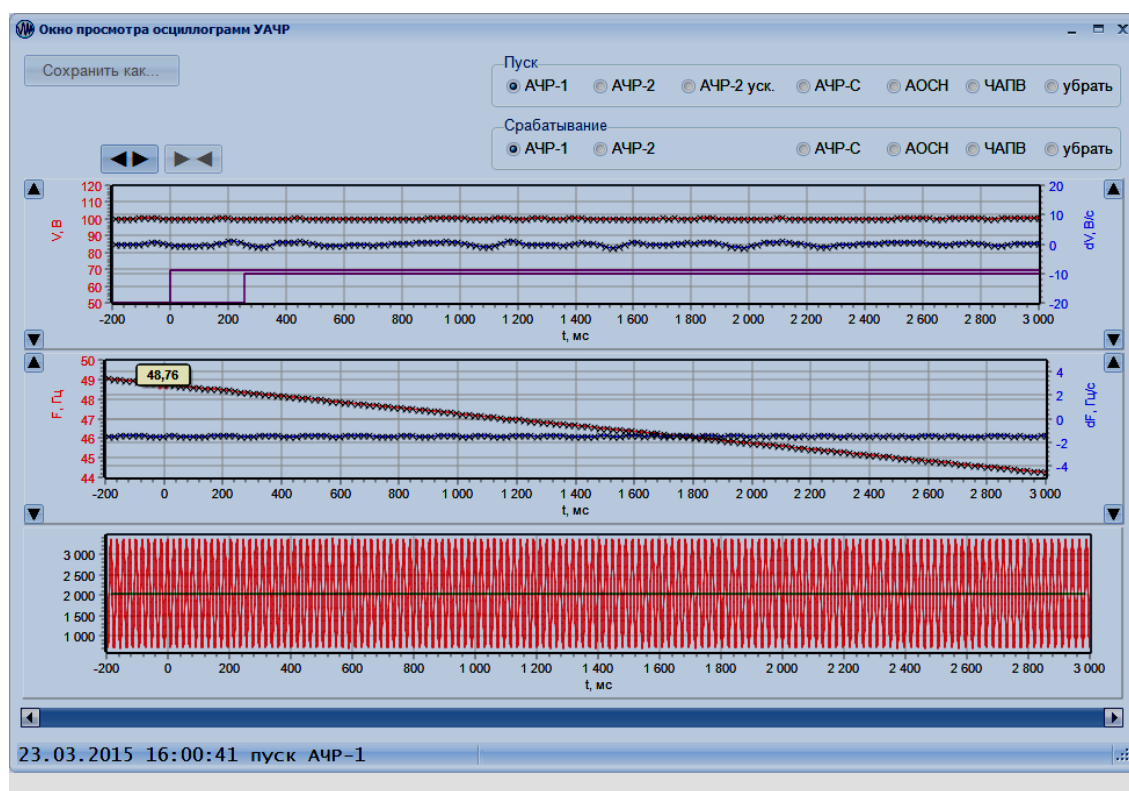

Рисунок 11 – Окно просмотра осциллограммы
5.3.8.3 Для просмотра записанной в УАЧР осциллограммы следует нажать на кнопку с названием нужной осциллограммы – она откроется в новом окне (рисунок 11).